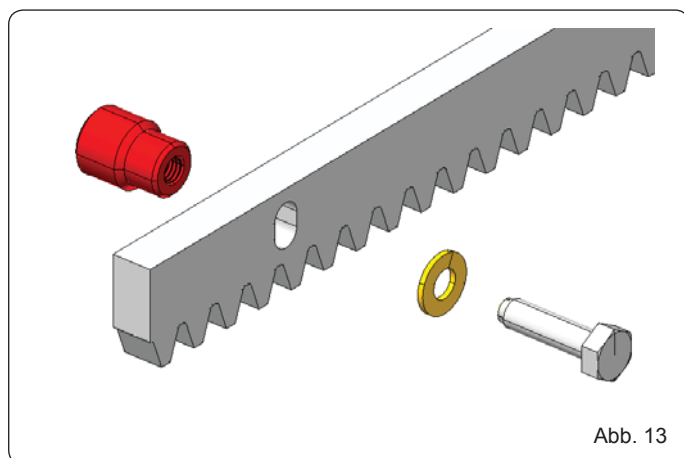

Abb. 13
5.4.1 ZAHNSTANGE AUS STAHL ZUM ANSCHWEISSEN (Abb. 13)